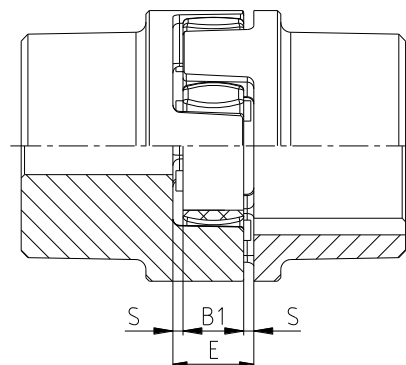

図 12: カップリングの取付け
- 距離寸法 E になるまで機械を軸方向に移動して下さい（図 12 をご参照）。
- スパイダーをハブ間の中心に置き、寸法 E と S を確認して下さい（図 12 および第 1 章をご参照）。